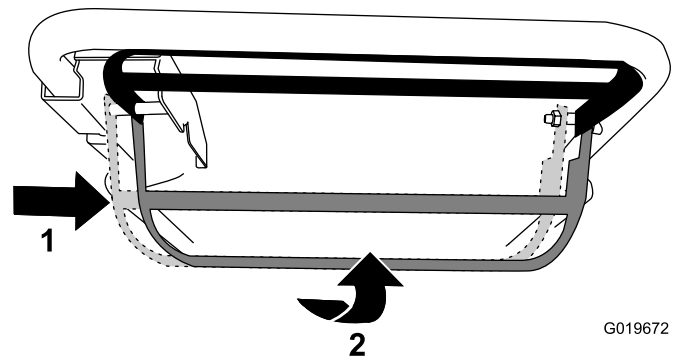

Figura 18
- **Para activar la autopropulsión y engranar la cuchilla:** Mueva la barra de control de la cuchilla a la derecha hasta que haga tope, y levántela hasta el manillar (Figura 18).